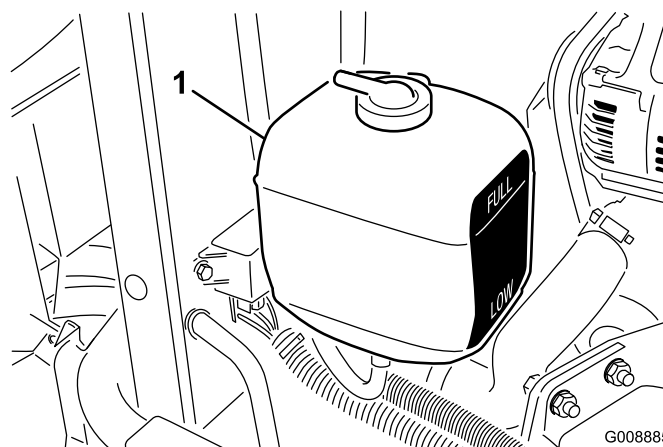

Figura 23
1. Controllate il livello del refrigerante nel serbatoio di espansione (Figura 23). A motore freddo il livello del refrigerante deve essere a metà circa tra i segni riportati sul fianco del serbatoio.